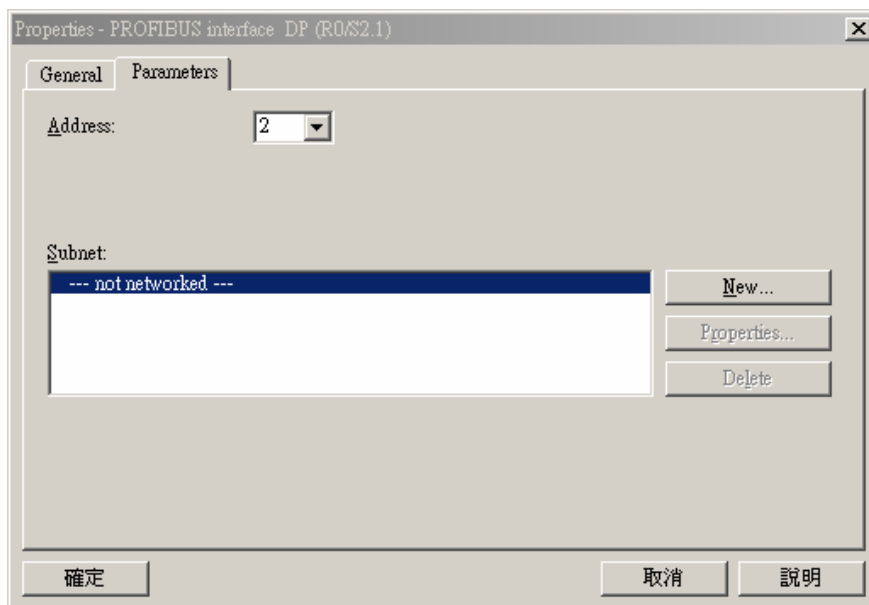

图 10-12
4. 在图 10-12 所示新出现的对话框『Address』下拉菜单中选择地址，该地址为主站的地址，选择地址后点击『NEW』按钮会出现一个新的对话框。